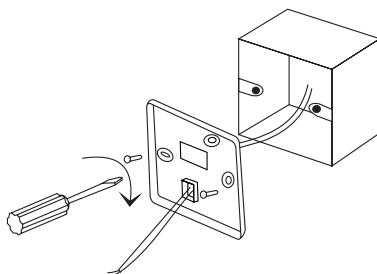

Рис. 2
4. Как показано на рис.2, закрепите заднюю крышку пульта на стене или распаячной коробке с помощью комплектных саморезов M4×20.